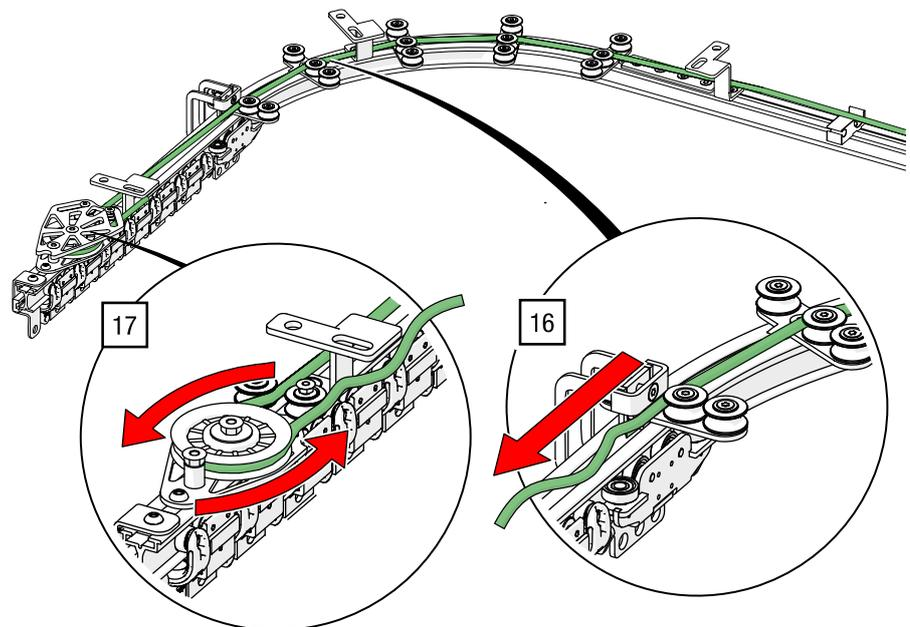

Abb. 97: Obenliegende Seilführung – Seilende durch die Umlenkrolle in den Zugwagen führen (Darstellung der Umlenkrolle ohne Deckblech)
16. Führen Sie das Seilende durch die folgenden Seilführungen (siehe Abb. 97).
17. Führen Sie das Seilende an der Innenseite der Leitrollen durch die Umlenkrolle (siehe Abb. 97).